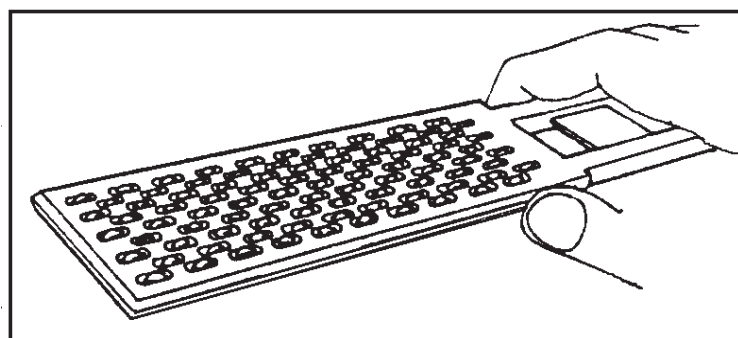

fig. 10
- 1) Introduire dans la semence le «compteur de grains» (fig. 10). Retirer et passer la main par-dessus de façon qu'il doit rester un grain dans chaque trou (100 grains en total). Répéter l'opération 10 fois pour obtenir 1000 grains.